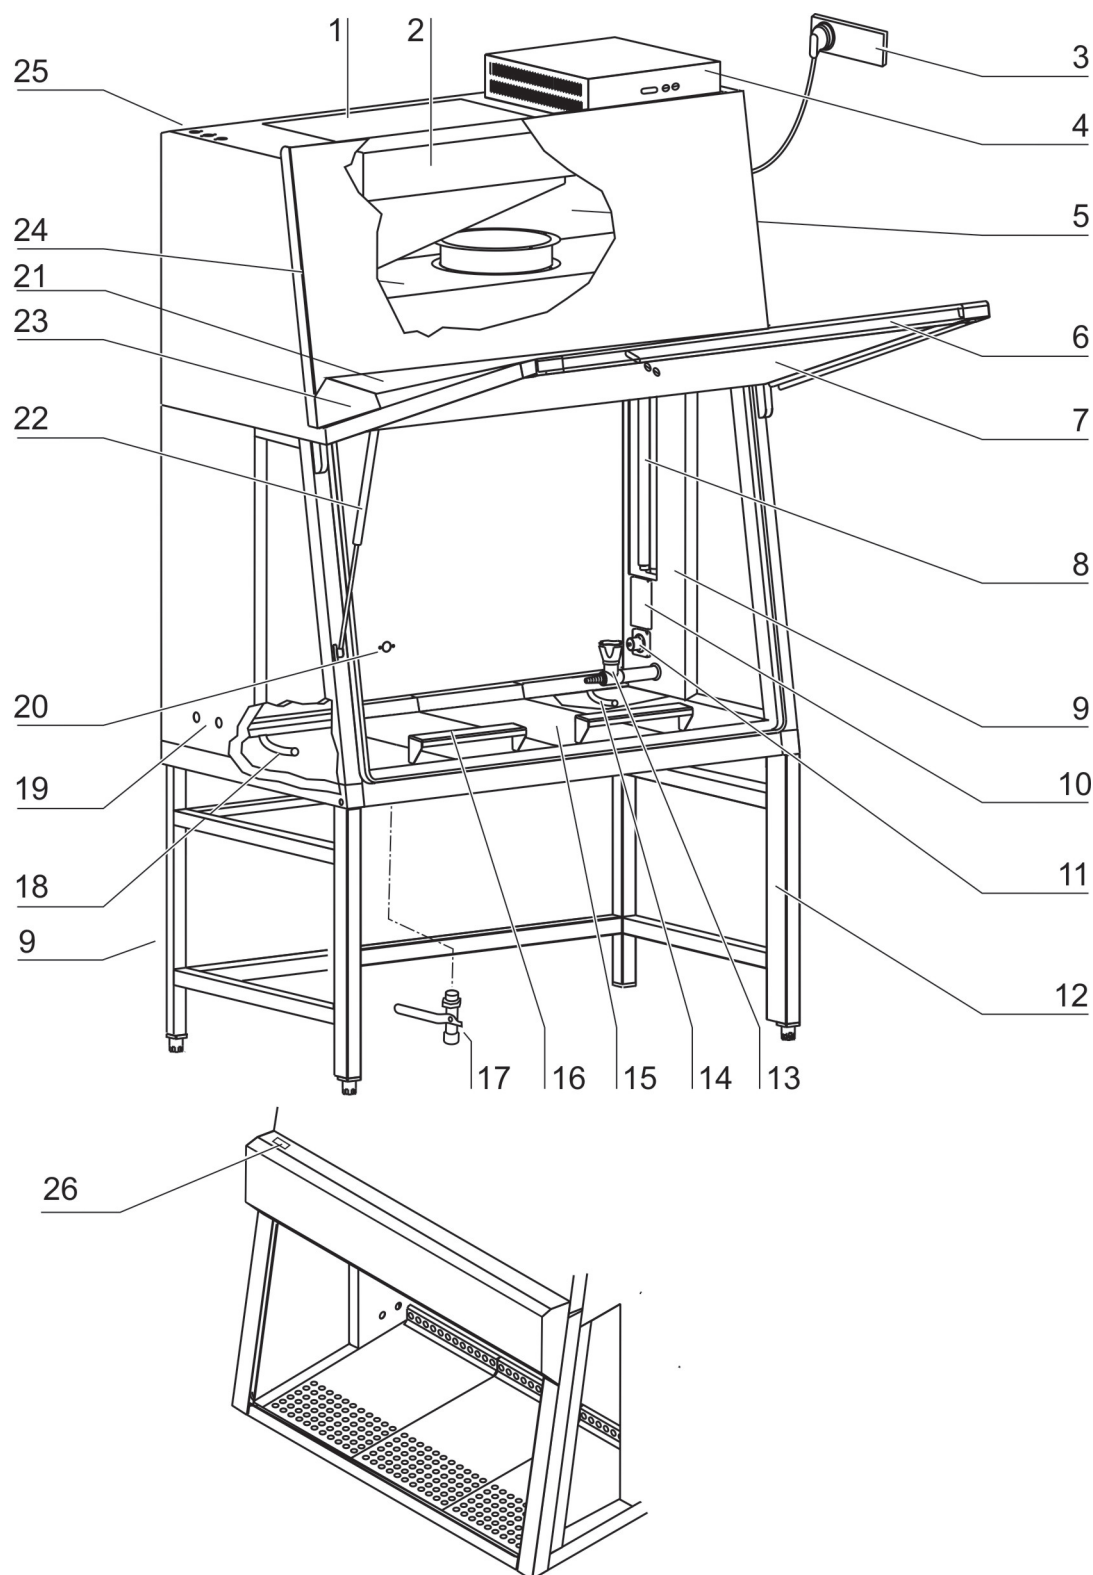

Fig. 3a
- **Fig. 3a:** Corpo principal [5] com caixa do ventilador de recirculação do ar [24] e caixa do ventilador de exaustão [2]. Os filtros de ar recirculado e de ar expulso são directamente instalados junto dos respectivos ventiladores. O ar expelido é libertado no ambiente circundante à cabine, junto da abertura [1].